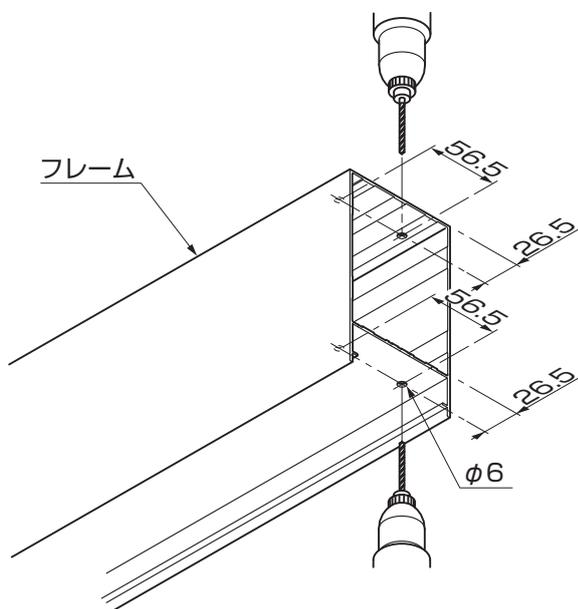
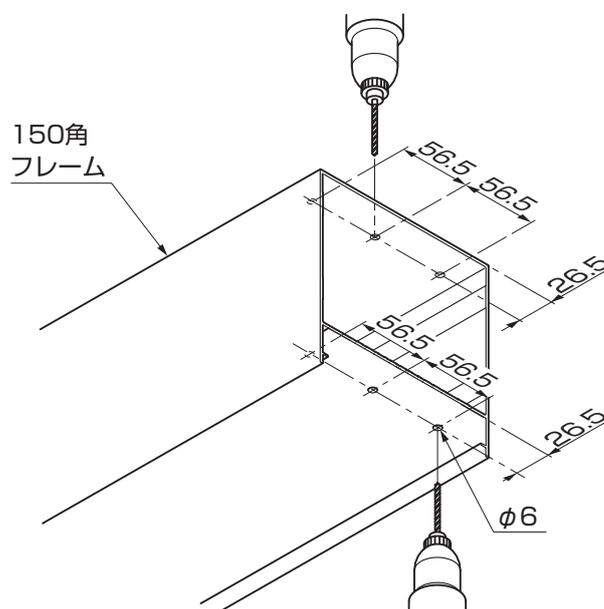

図1-6
図1-7
①フレームを図1-6（150角の場合は図1-7）を参照して加工してください。